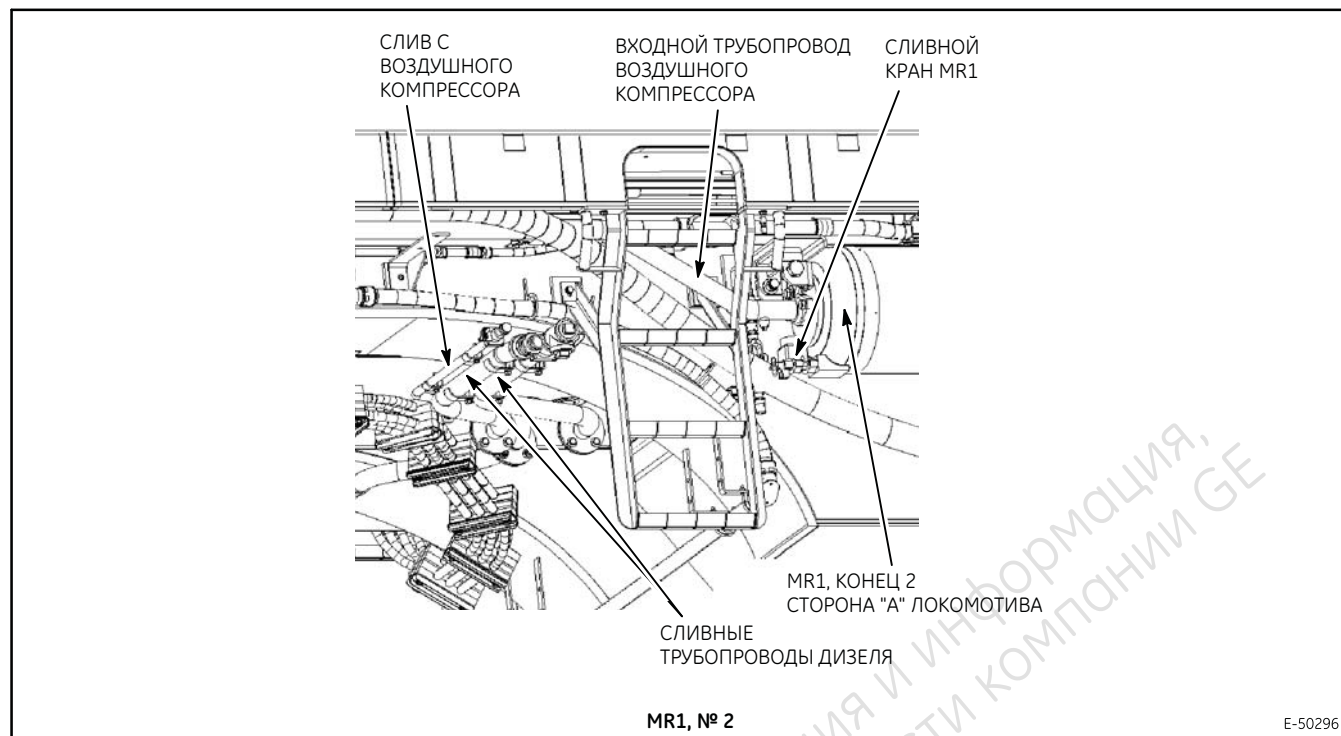

Figure 11. Расположение сливных трубопроводов.
3. Снимите пробки со сливных трубопроводов масляной системы, расположенных под рамой (Figure 11). Подготовьте емкости или систему шлангов для сбора сливаемого масла.